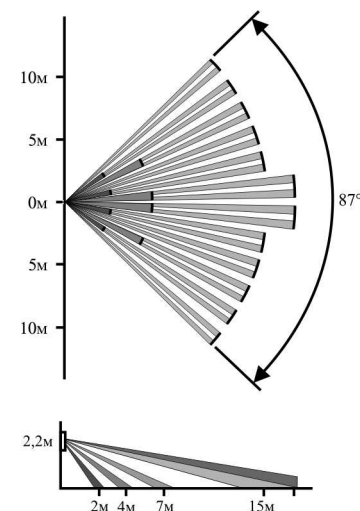

Рис. 2 Диаграмма зоны обнаружения при установке платы в положение «4» и вертикальном расположении основания извещателя
- Широкоугольная линза, позволяющая создать зону обнаружения максимальной площади (см. рис. 2).
На печатной плате извещателя имеется калибровочная шкала, для регулировки пространственного положения зоны обнаружения. При использовании кронштейна установите шкалу в положение «0», а при креплении основания извещателя непосредственно к вертикальной стене – в положение «4». Диаграмма зоны обнаружения извещателя для этого случая показана на рис. 2.